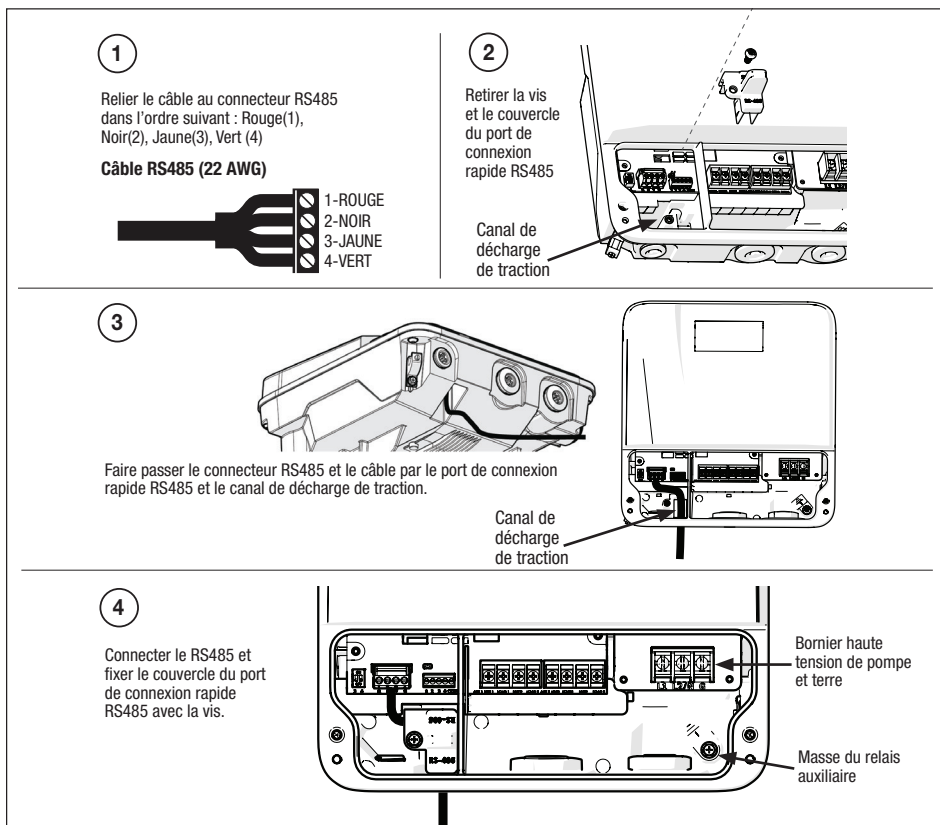
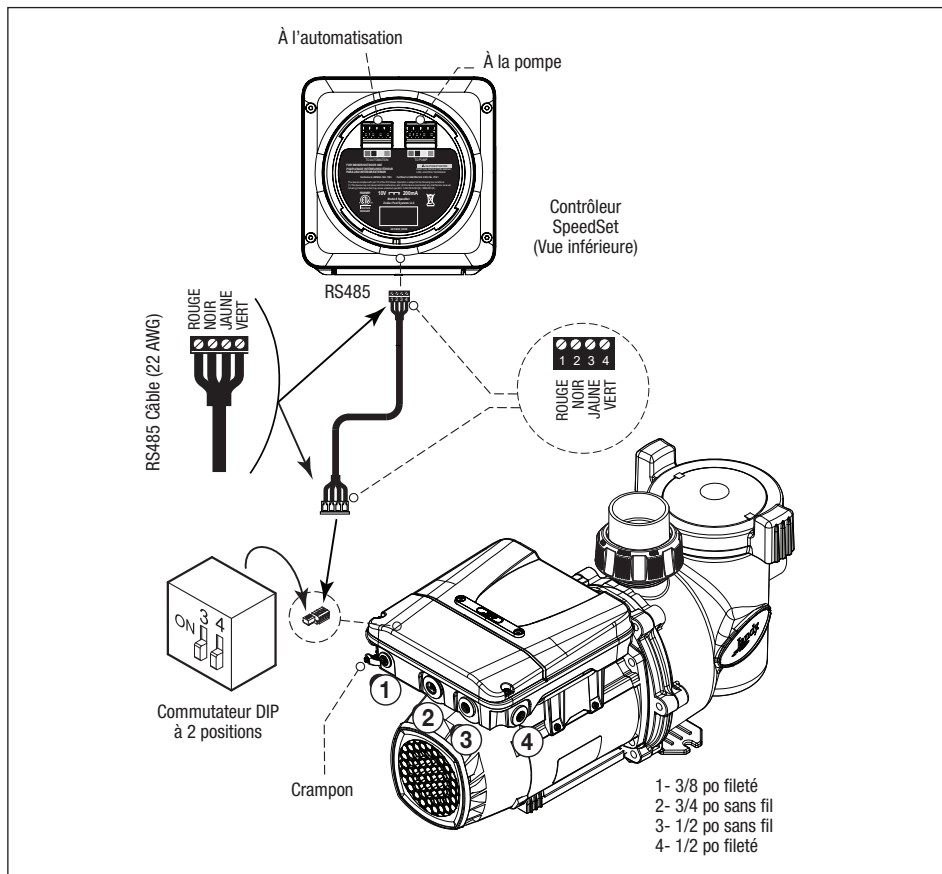
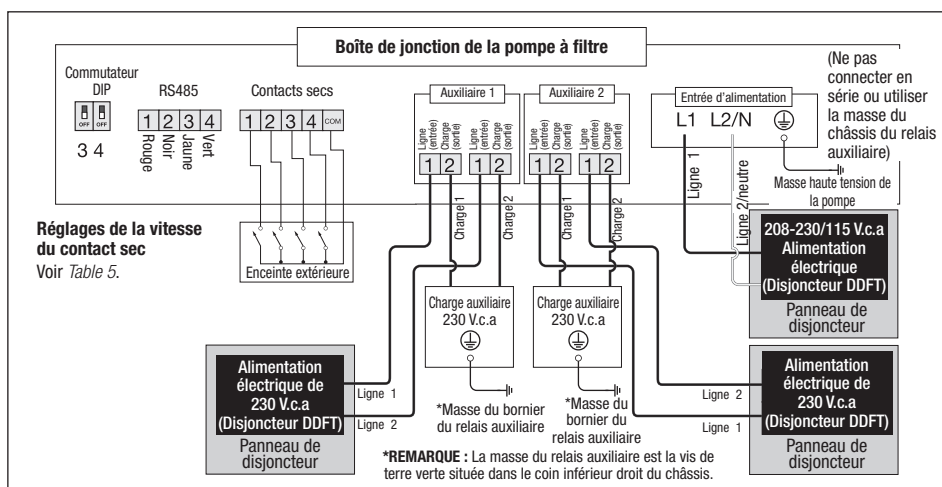
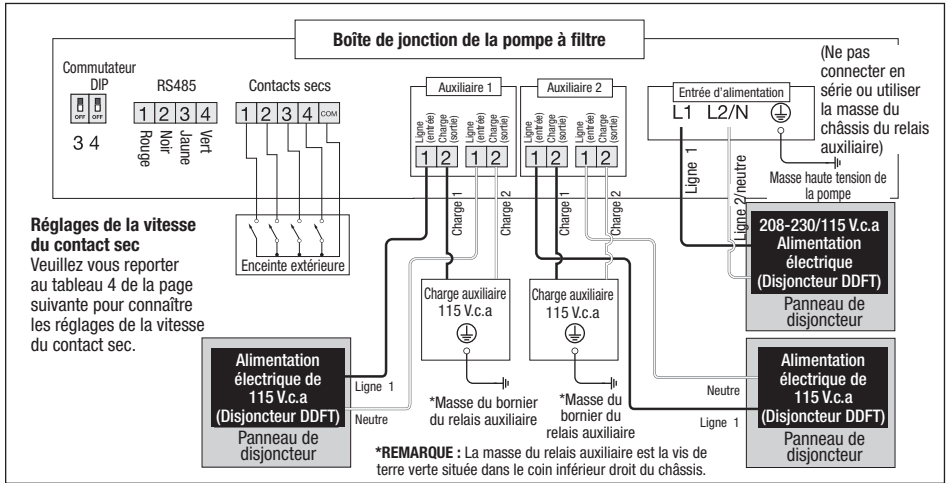

Figure 8. Port de connexion rapide RS-485 avec câblage
Figure 9. Câblage vers un contrôleur
Figure 12. Schéma de câblage du relais auxiliaire de 208-230 V*
Figure 13. Schéma de câblage du relais auxiliaire de 115 V*
En plus d'être correctement mis à la terre tel que décrit dans la Section 3.3.3, *Câblage électrique*, et conformément aux exigences du National Electrical Code (NEC), ou au Canada le Code Canadien de l'électricité (CCE), le moteur de la pompe doit être relié aux pièces métalliques de la piscine, du spa ou de la cuve thermique et à tous les composants et équipement électrique avec le système de circulation d'eau de la piscine ou du spa. Cette liaison doit être réalisée en utilisant un conducteur en cuivre plein, AWG n° 8 ou plus gros. Au Canada, il faut utiliser du AWG n° 6 ou plus gros. Relier le moteur en utilisant la languette de liaison externe fournie sur le cadre du moteur. Se reporter à la Figure 9.
- Port de connexion rapide RS-485 (se reporter à la Figure 8)
Le compartiment haute tension comporte 3 ouvertures de port de conduit (voir *Figure 9*):
1. Mettez la pompe à la terre à l'aide de la vis de terre verte fournie sur le bornier haute tension. Ne PAS mettre à la terre ni connecter en série le fil de terre à la vis de terre verte secondaire ou connecter en série le châssis du compartiment de câblage (voir les figures 8 et 12). Ne mettez pas non plus à la terre une conduite d'alimentation en gaz.
REMARQUE : L'alimentation électrique seule ne suffit pas pour faire fonctionner la pompe. Elle nécessite une commande numérique qui lui est envoyée par un contrôleur de vitesse variable (SpeedSet, JEP-R ou iQPUMP01), un système d'automatisation ou l'utilisation des contacts secs (se reporter aux *Figure 8* et *Figure 9* pour les illustrations de schéma RS485 d'un contrôleur local ou d'un système d'automatisation. Se reporter à la *Figure 12* et *Figure 13* pour les illustrations de câblage à contacts secs).
Se reporter à les Figures 8, 12 et 13 pour des détails sur le logement et l'emplacement des illustrations de relais auxiliaires et de câblage.
Si aucune entrée n'est connectée au commun, le nombre de tours par minute est zéro. Lorsqu'un contrôleur Jandy est connecté via RS-485, toutes les commandes de contact sec sont ignorées. Se reporter aux *Figure 12* et *Figure 13* pour le câblage du contact sec. Se reporter à *Table 5* pour les paramètres de la vitesse du contact sec.